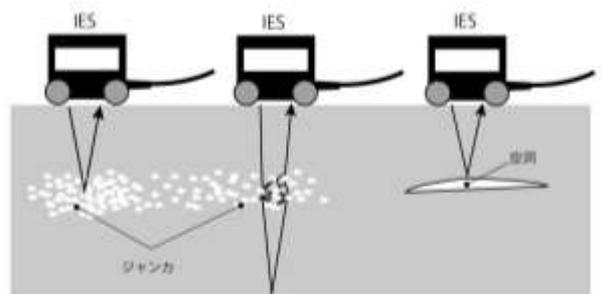

図2 ジャンカ（左，中央）・水平クラック（右）の探査
- (1) **測定できるコンクリート厚さ**：測定できコンクリート厚さは、8cm から 1.8m です。なお厚さが 60cm を超える場合は、内蔵のインパクトでは出力が足りません。よってハンマーで打音します。使用するハンマーは、コンクリート厚さが 60cm～90cm の場合は 0.5kg，90cm を超えるような厚い構造物の場合は 1.5kg を用いてください。
- (2) **測定誤差**：測定誤差は部材中の音速によって生じます。初期設定値は 12,000ft/sec (3,657m/sec) となっており、この状態での測定誤差は約 10%です。既知の構造厚を使って音速校正を行うことにより、約 2%まで精度を向上させることができます。
- (3) **グリッド設定**：初期設定時にグリッドを設定することにより、連続測定が可能です。この場合、テキストファイル（コマ区切り）ファイルに水平位置（X）、垂直位置（Y）、周波数、厚さ（Z）の数値を出力することができます。
- (4) **測定点数**：1 時間で約 100 点の測定が可能です。
- (5) **ジャンカ・空洞・クラックの探査（図 2）**：ジャンカでは、その状態によって健全部よりも深く測定される場合（ジャンカ内を突き抜けて壁で反射する場合）と浅く測定される場合（ジャンカで反射する場合）があります。水平に広がる空洞・クラックでは、その表面で反射するため、健全部より浅く測定されます。